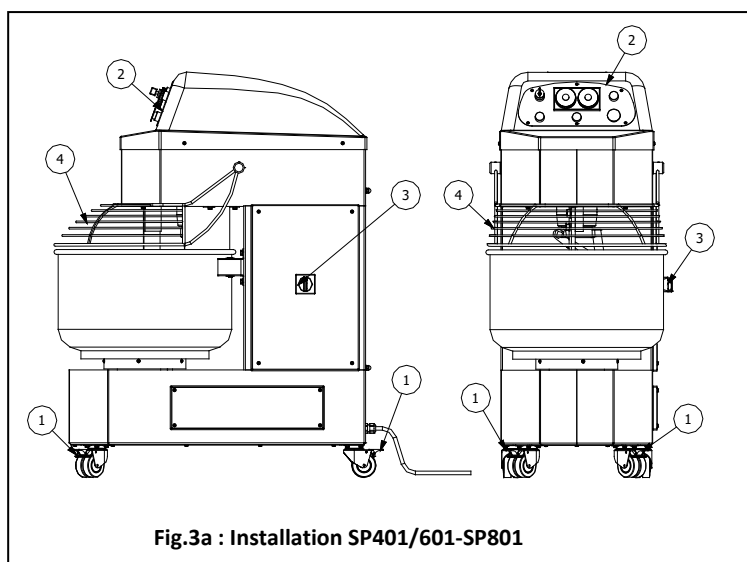
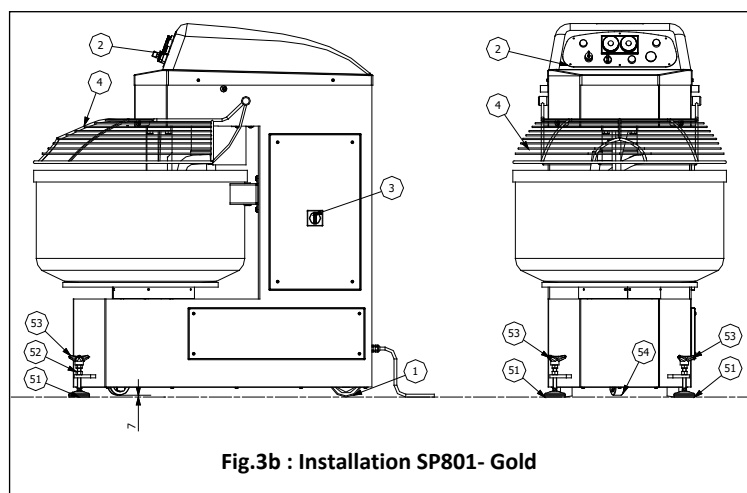

Fig.3a : Installation SP401/601-SP801
Fig.3b : Installation SP801- Gold
a) Pour les modèles SP401, SP601 et SP801, bloquer les roues en appuyant avec le pied sur le levier Pos.1 Fig.3a, jusqu'à ce que le levier ne reste pas bloqué. Pour le modèle SP801 GOLD le positionnement de la machine est réalisée en ajustant les pieds avant Pos.51 Pos.53 la figure 3B par la manivelle et par la suite en serrant l'écrou de blocage Pos.52.
c) Vérifier que la grille de la cuve Pos. 4, les figures 3a / 3b est abaissée.
Toutes les opérations d'entretien et de nettoyage qui ne se rapportent pas à la vérification de la fonctionnalité des commandes et des indicateurs sur le panneau de commande nécessitent d'arrêter la machine par l'intermédiaire du commutateur de la ligne Pos. 3 Figures 3a / 3b et la déconnexion électrique du câble d'alimentation de la prise courant.